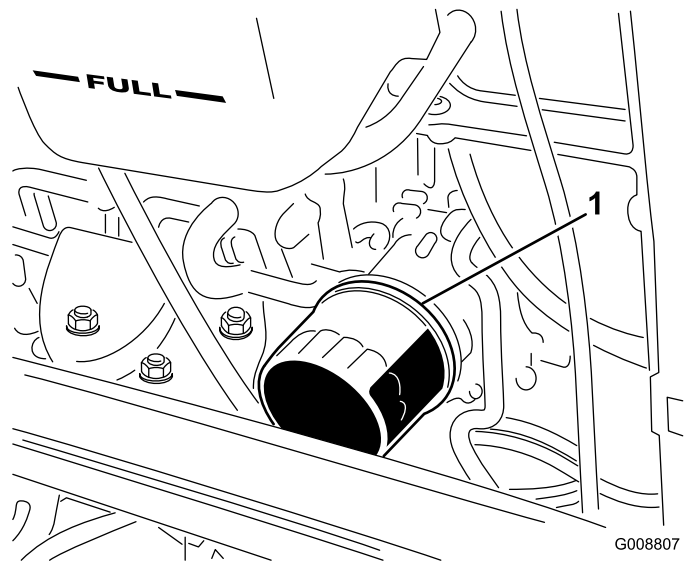

Bild 75
- Entfernen Sie den Ölfilter (Bild 75).